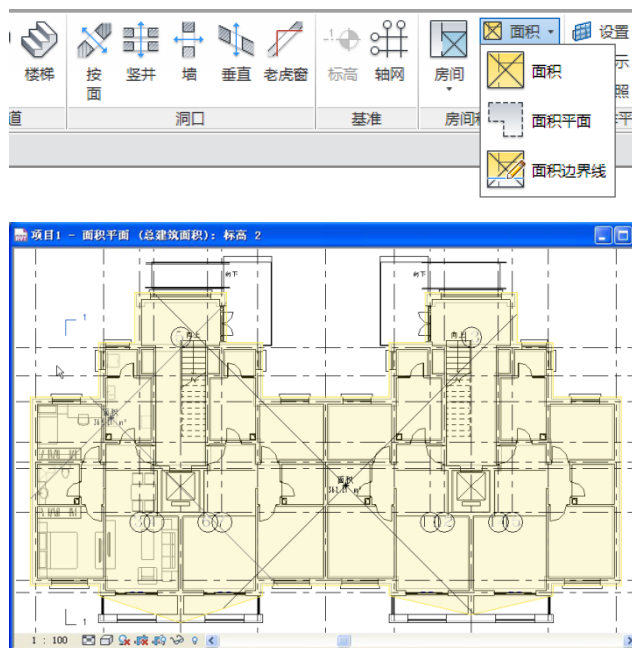

图 6-64
- 4) 点击“常用”选项卡>“房间和面积”面板>“面积”工具，在下拉菜单中点击“面积”按钮，在面积边界线内进行放置（如图 6-64 所示）。